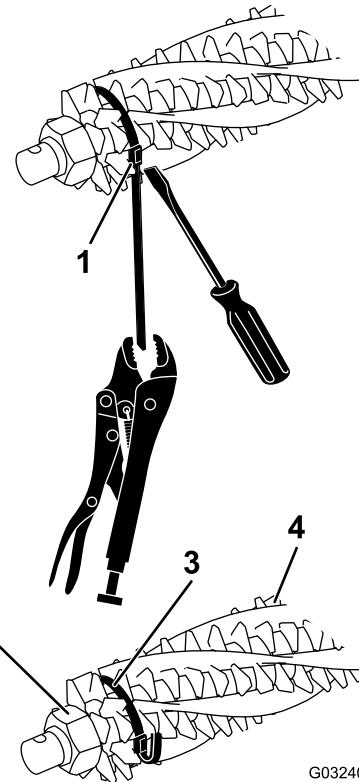
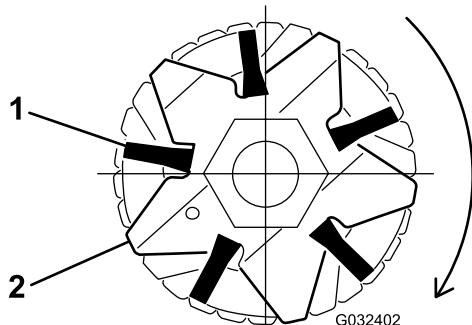

图16
图18
2. 拧松疏草刀轴两端的疏草刀刀片锁紧螺母（图16）。
4. 检查刷子是否固定到疏草刀刀片插槽中（图16 和 图18）。
5. 宽松地缠绕篦带，如 图16 所示，绕着疏草刀滚刀轴和刷子，将篦带插入刷子的凹槽中 图18。
**注意：** 如果清扫机刷子未适当放入刀片插槽，请拧松疏草刀轴两端的疏草刀刀片锁紧螺母，在刀片插槽中适当调整清扫机刷子的位置，然后再拧紧疏草刀刀片锁紧螺母 (图16)。
7. 在沿着篦带扣推动螺丝刀时，使用大力钳抓住篦带，拉紧篦带，直至其锁定到刷子凹槽中 (图16)。